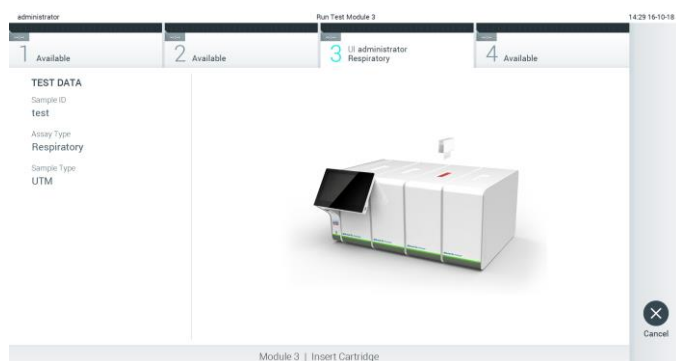

Figura 27. Inserimento della cartuccia d'esame QIAstat-Dx nel QIAstat-Dx Analyzer 1.0.
7. Accertarsi che entrambi gli sportellini campione, quello della porta tampone e quello della porta principale della cartuccia d'esame QIAstat-Dx siano chiusi saldamente. Quando la porta di ingresso della cartuccia sulla parte superiore del QIAstat-Dx Analyzer 1.0 si apre automaticamente, inserire la cartuccia con il codice a barre rivolto verso sinistra e le camere di reazione rivolte verso il basso (Figura 27).